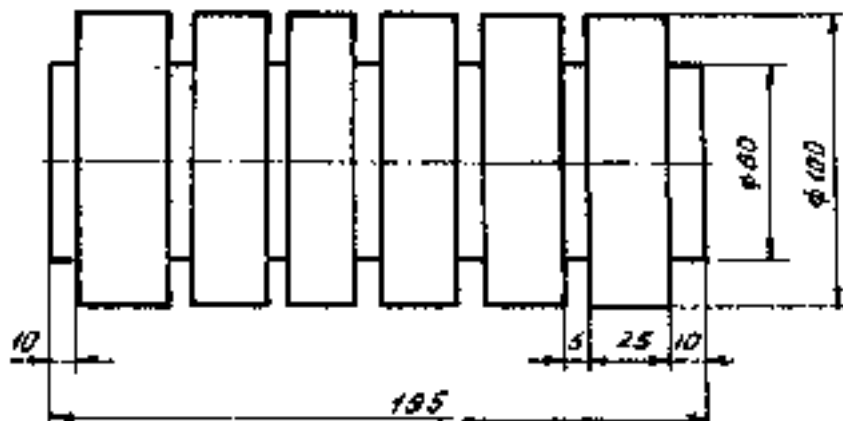

Рисунок 14.3. Образец для точения
2. Вычертить эскиз обрабатываемого образца - валика с равными цилиндрическими поясками, разделенными канавками (рис. 14.3).